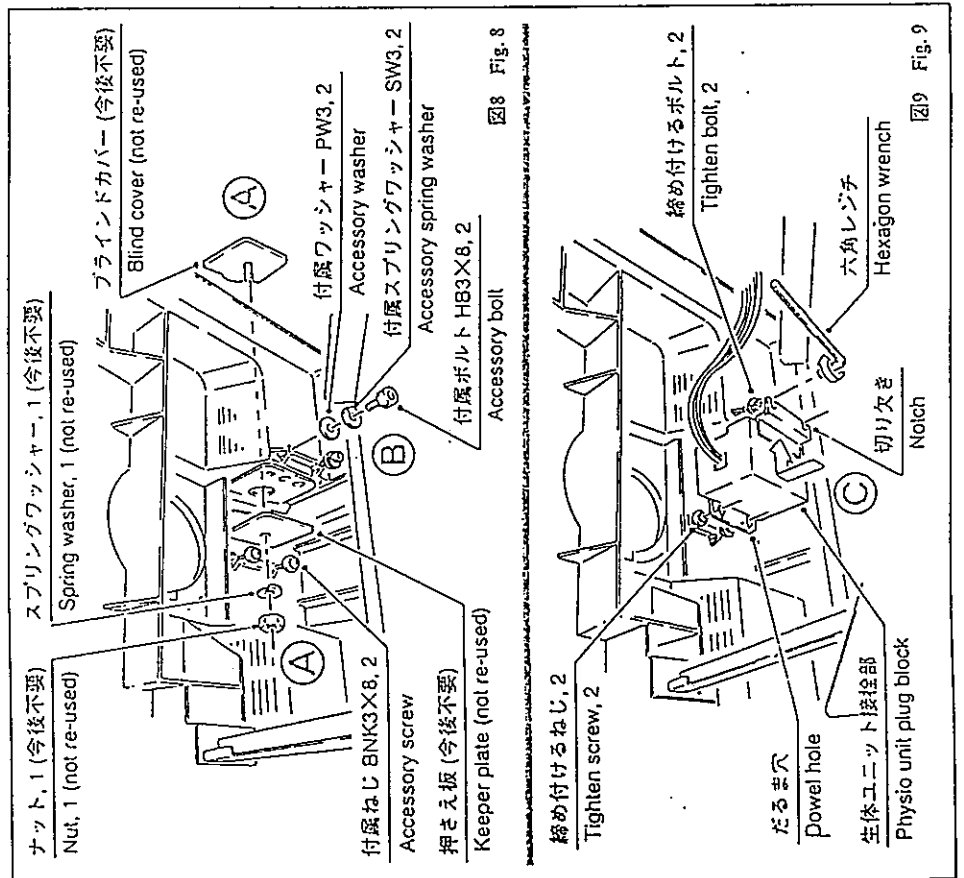

図9 Fig. 9
- (6) 生体ユニット接続部を、だるま穴と切り欠きをねじに合わせて引っ掛け、ねじとボルトを締め付け固定する。(図9㉖)
- (6) With dowel hole and notch adjust to screw, hook physio unit plug block. Then, tighten screw and bolt to secure unit. (㉖ in Fig. 9)